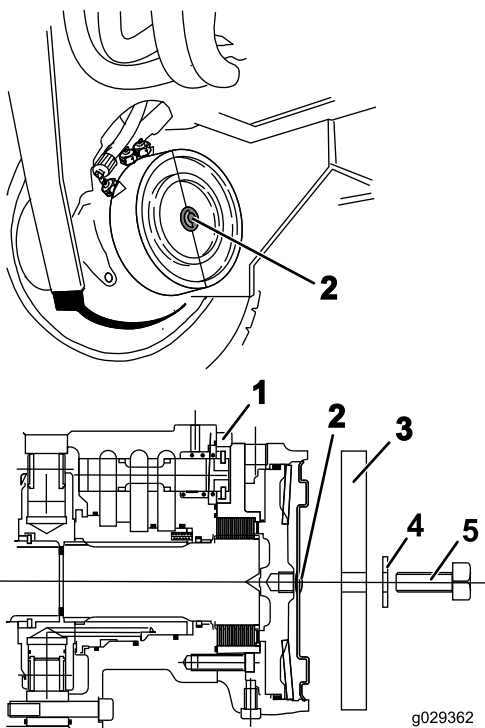

Figure 31
4. Retirez le bouchon hexagonal du frein à disque de moteur de la roue avant droite (Figure 31).
5. Insérez une vis (M12 x 40 mm) et une rondelle (M12) dans la barre de desserrage de frein et dans le trou au centre de la plaque d'extrémité du moteur (Figure 31).
3. Retirez la vis, la rondelle et la barre de desserrage de frein sur les freins à disque des roues avant gauche et droite (Figure 31).